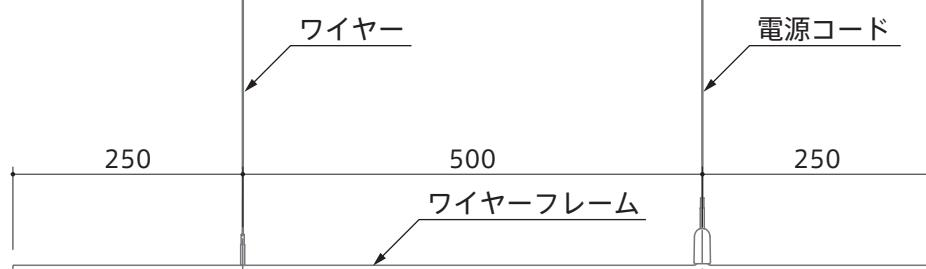

図2
- 設置する台数分の天井取付部品とカバーキャップ上部の取付位置に印をつけます。 (図1、図2)
- ※ 直線に連結する場合は印が直線上に並ぶようにしてください。 (図2)
- ※ 角度をつけて連結する場合は、ジョイント金具 (SFHL - HERACLEUM - ELB90 / SFHL - HERACLEUM - ELB135) を使用するため、ジョイント金具の寸法も入れて印をつけてください。 (図2、図4)